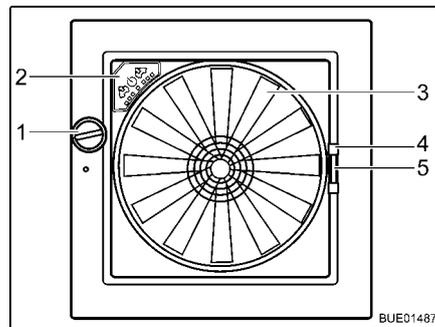

Fig. 115 Claraboya Omni-Vent
- Girar el botón giratorio (Fig. 115,1) hasta alcanzar el ángulo de apertura deseado.
- Girar el botón giratorio (Fig. 115,1) hasta que la claraboya esté completamente cerrada.
- Tirar del tirador (Fig. 115,4) de la protección contra insectos hacia el lado opuesto del marco.
- Comprimir el tirador (Fig. 115,5) del oscurecedor.
- Ventilador** Cuando la claraboya está abierta, el interior se puede ventilar y purgar de aire con el ventilador de 6 niveles (Fig. 115,3). El ventilador se maneja a través del cuadro de mando (Fig. 115,2).